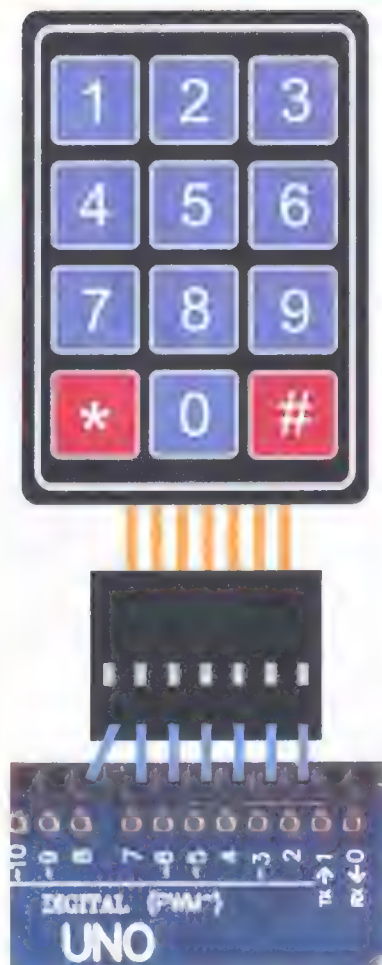

Рис. 1
**1** Ответ — 1. К плате Arduino подключается клавиатура 4x3. Клавиатура (нем. Tastatur) — это цифровое наборное поле, по-другому — кнопочный номеронабиратель. Выполняется он в виде сенсорных или механических кнопок, контакты которых "квадратно-гнездовым" способом электрически соединяют строки со столбцами (**рис. 1**).